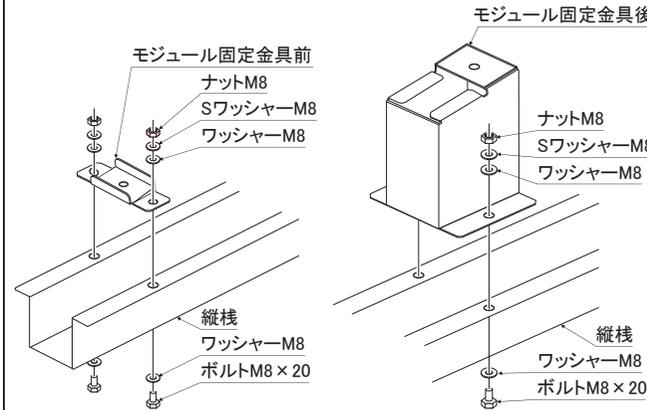

図3-12. 折板屋根工法 金具前の固定図 図3-13. 折板屋根工法 金具後の固定図
①縦木の軒先側にモジュール固定金具前(図3-12)／モジュール固定金具後(図3-13)を2本のボルトM8×20で固定してください。